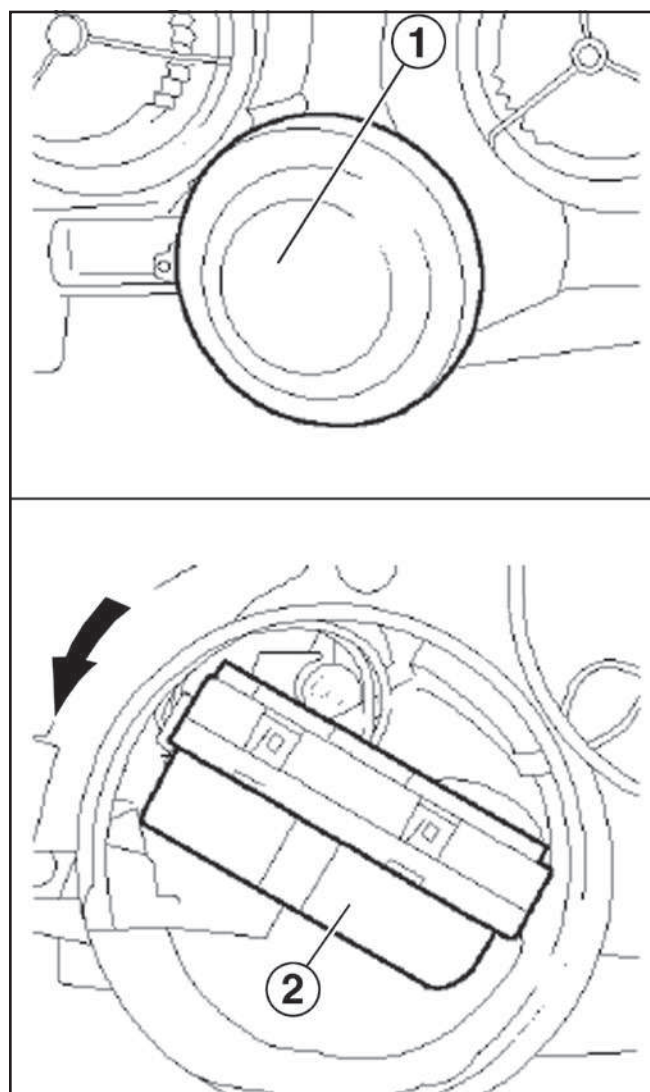

Fig. 1
- Desmontar la carcasa (1) del servomotor de reglaje de la altura de los faros (Fig. 1).
- Desbloquear el servomotor (2) de reglaje de la altura de los proyector en el sentido antihorario